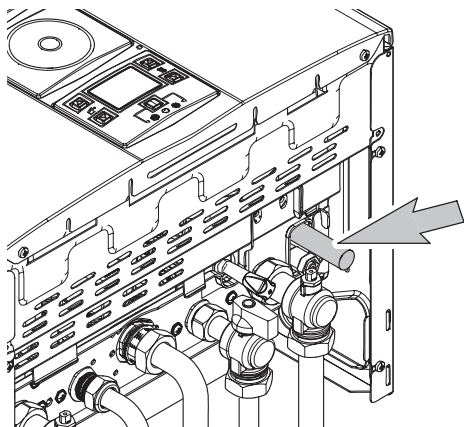

Figura 5.4
- Conectar la descarga de la válvula de seguridad en la Figura 5.4 a un cono de desagüe.